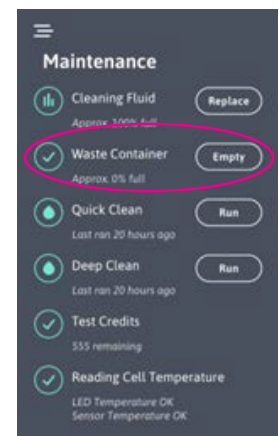

Abbildung 35
5. Tippen Sie im Menü „Wartung“ auf die Schaltfläche „Abfallbehälter leer“, um den Zähler zurückzusetzen (Abbildung 35).